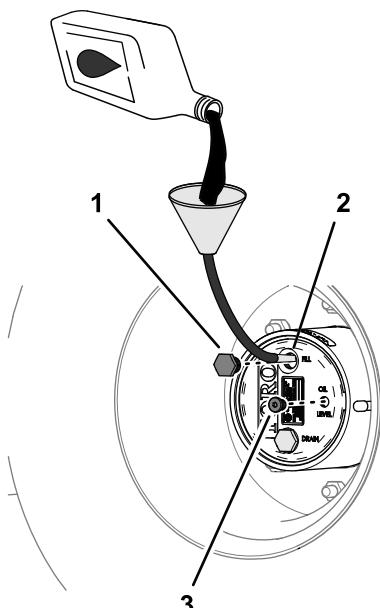

Figura 86
4. Se o nível de lubrificante estiver baixo, retire o tampão de enchimento e adicione o lubrificante especificado até começar a sair pelo furo do tampão de verificação (Figura 86); consulte a
6. Instale o tampão de enchimento e o tampão de verificação (Figura 86).
1. Através do furo do tampão de enchimento, adicione lentamente o lubrificante de engrenagens especificado; consulte Figura 86 em Verificação do lubrificante da transmissão da engrenagem planetária \(página 67\).
3. Instale o tampão de enchimento e o tampão de verificação; consulte Figura 86 em Verificação do lubrificante da transmissão da engrenagem planetária \(página 67\).